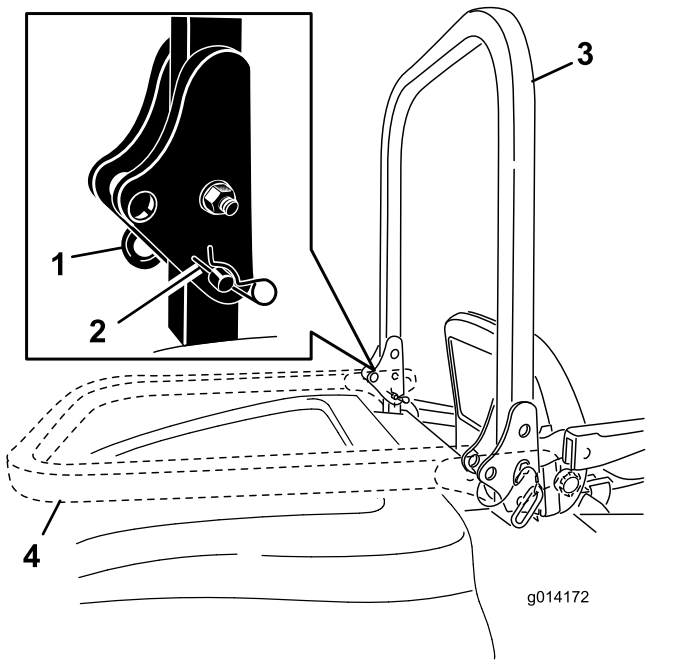

图10
1. 要放低翻车保护杆请取下发卡销将翻车保护杆向前推到顶住弹簧然后卸下两个柱销 图10。
2. 将翻车保护杆放低到向下位置 图10。
3. 安装两个柱销并用发卡销将其固定 图10。
4. 要升起翻车保护杆请取下发卡销然后卸下两个柱销 图10。
5. 将翻车保护杆提升至直立位置然后安装两个柱销并用发卡销将其固定 图10。